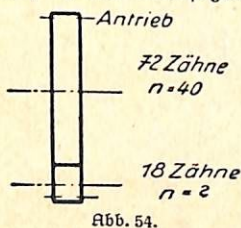

Abb. 54.
7. Bestimme für das Zahnradgetriebe Abb. 54 a) die Umlaufzahl n des getriebenen Rades; b) das Übersetzungsverhältnis.